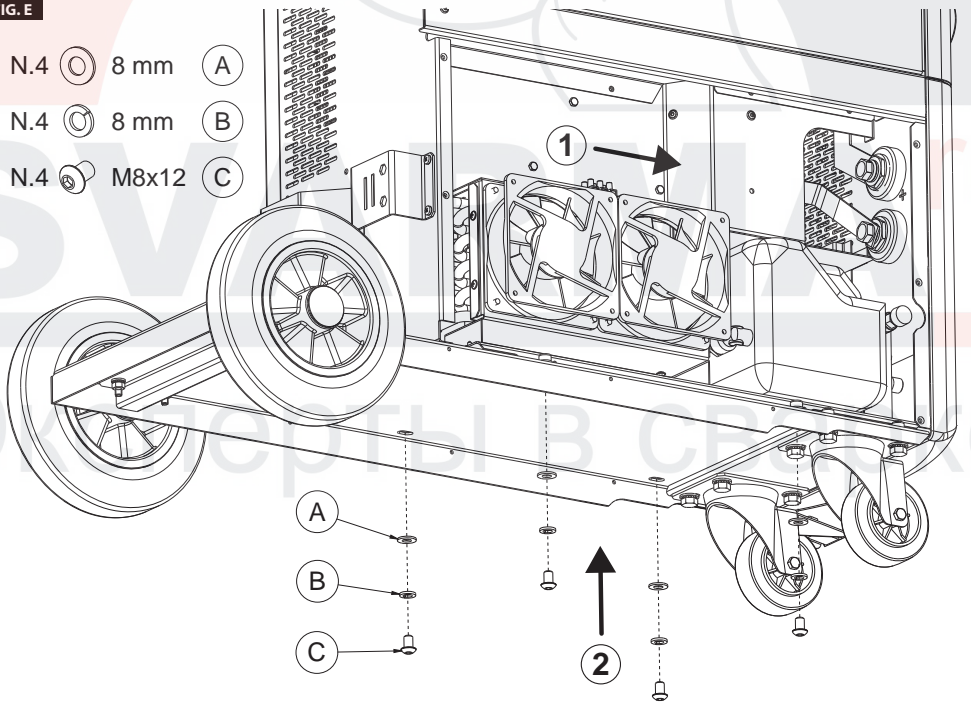

FIG. E1
Во время первого запуска G.R.A. может потребоваться доступ к клапану-вантузу, рис. E1
- Сразу вручную открутите клапан-вантуз, рис. E1;